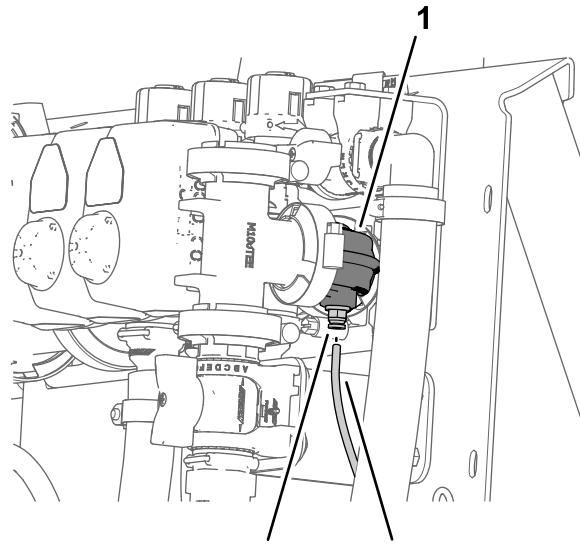
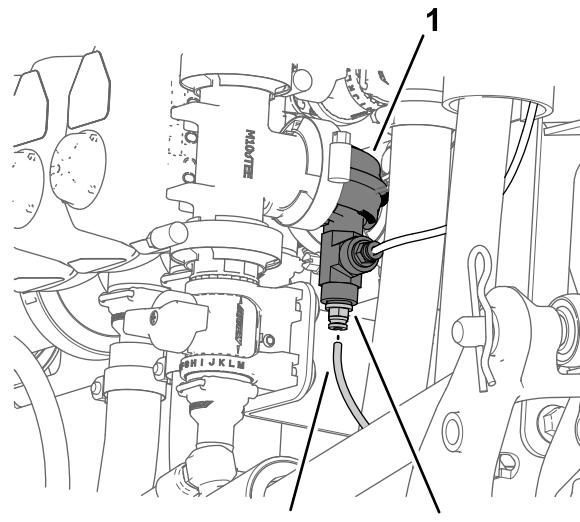

図 12
図 13
1. 右側ブーム用バルブの90°エルボにあるチューブカップラ用のカラーを押し込む図12または図13。
2. チューブカップラから、ダッシュボード用水圧計の水圧検知チューブを抜き出す図12または図13。